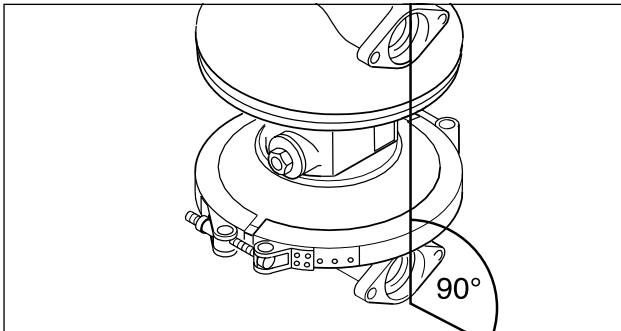
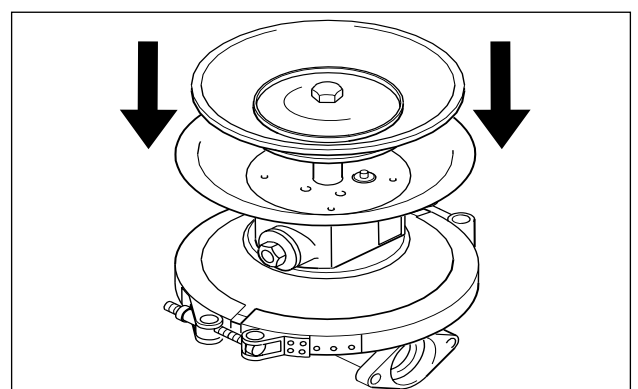

Fig. 7: Allineamento delle camere
Fig. 15: Montaggio della seconda camera
- Assemblaggio della camera pompa: Montaggio del diaframma, fissaggio mediante serraggio del disco esterno del diaframma come illustrato al capitolo "Coppie di serraggio", punto 11. Le camere pompa devono generalmente essere montate con diaframma in posizione aspirazione (spingere il disco del diaframma nella camera d'aria) (Fig. 15). Serrare a fondo l'espansore o la flangia di montaggio. Montare in modo analogo il secondo diaframma. Le superfici della flangia della scatola della pompa devono essere allineate (Fig. 7).